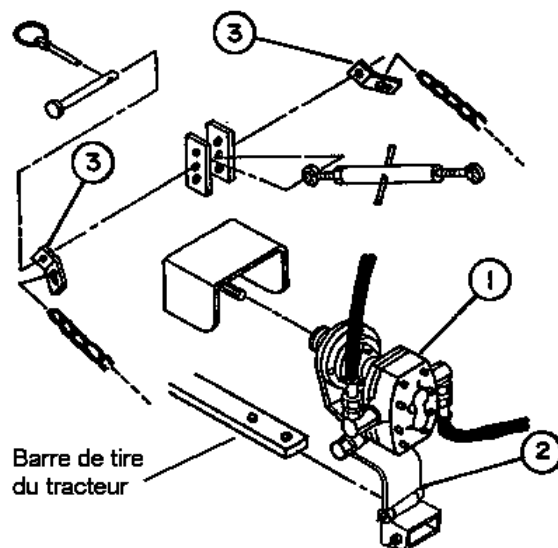

Figure 13
5. Attachez l'ensemble de pompe hydraulique (fig.13, item 1) à l'arbre de prise de force du tracteur. Assurez-vous d'avoir placé la barre de tire du tracteur dans la portion pivotante (fig.13, item 2). S'assurer que le collet de sécurité tient bien en place la pompe hydraulique.